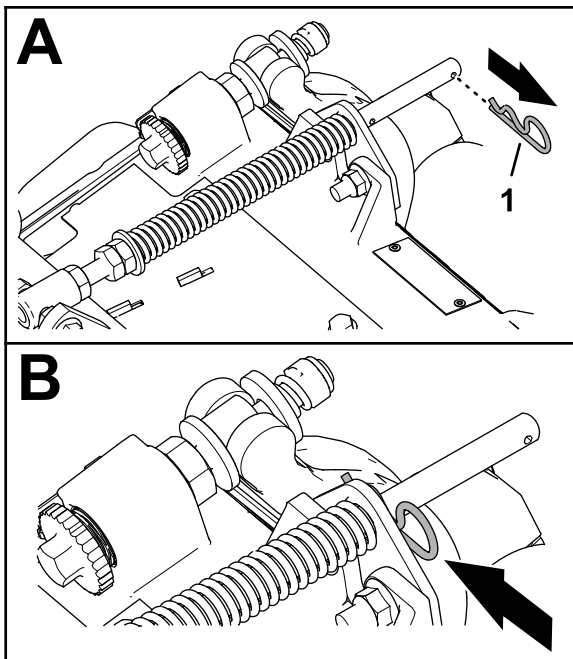

Figura 10
1. Si la chaveta está instalada en el orificio trasero de la varilla de compensación del muelle, retire la chaveta e introdúzcala en el orificio situado junto al soporte (Figura 10).